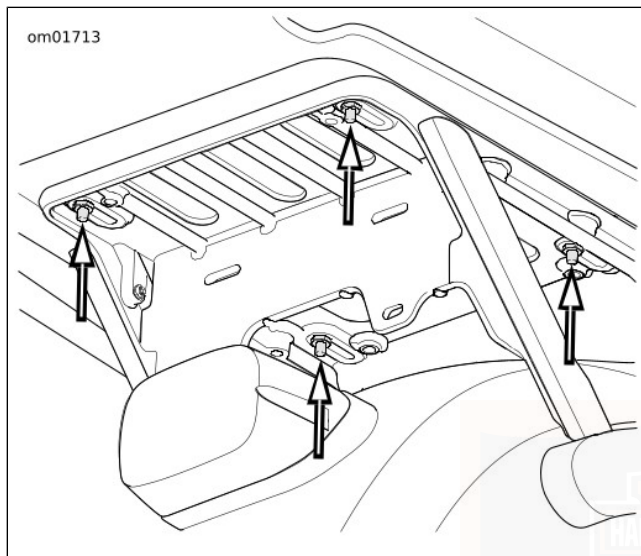

Figura 38. Ajuste da posição do Tour-Pak
1. Ver Figura 38. Desapertar as quatro porcas que fixam o Tour-Pak ao suporte.